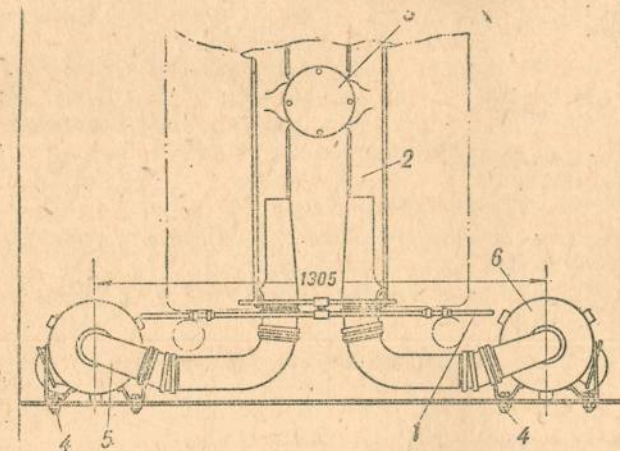

Рис. 67. Установка воздухоочистителей выпуска 1941 г.
9. Заглушить фланец горловины заглушкой 3 (рис. 67) с прокладкой.